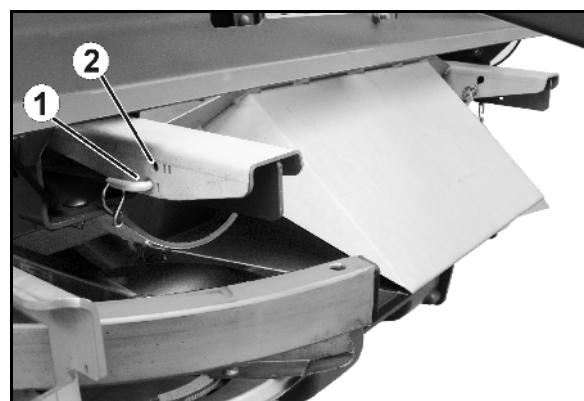

Fig. 95
3. Spargimento sui bordi (Fig. 95):